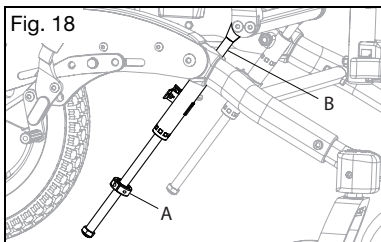

Fig. 18
1. Quite los tornillos de los toques de inclinación e instale en el eje del bloqueo mecánico. Vuelva a instalar los tornillos, pero no los apriete (Fig. 18:A). Repita para el bloqueo mecánico opuesto.
3. Para limitar la inclinación hacia atrás, deslice el tope de inclinación hacia la parte inferior del cuerpo del bloqueo mecánico y apriete en el lugar. Para limitar la inclinación hacia adelante, los toques de inclinación pueden colocarse sobre el cuerpo del bloqueo mecánico (Fig. 18:B). Cuando logre el ángulo deseado, deslice el tope de inclinación contra la parte superior del cuerpo del bloqueo mecánico y apriete.